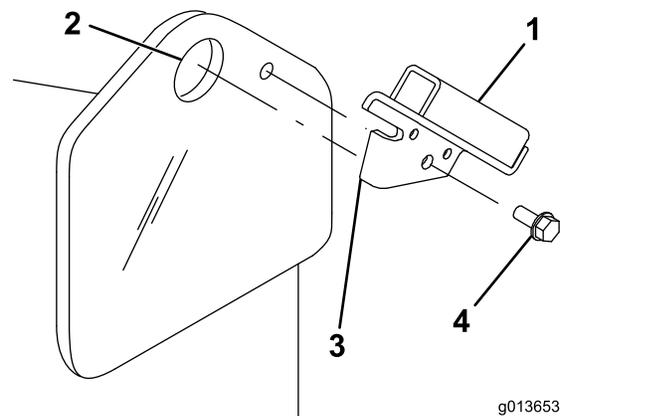

Bild 3
- Stecken Sie die Nase an der Schutzhalterung in die Transportöse an der Zugmaschine, wobei Sie das Loch in der Halterung mit dem kleinen Loch im Rahmen der Zugmaschine ausfluchten (Bild 3).
Transportöse und die Halterung an der Außenseite des Rahmens befinden (Bild 3).
- Befestigen Sie die Halterung mit einer Blechschaube am Rahmen (Bild 3).